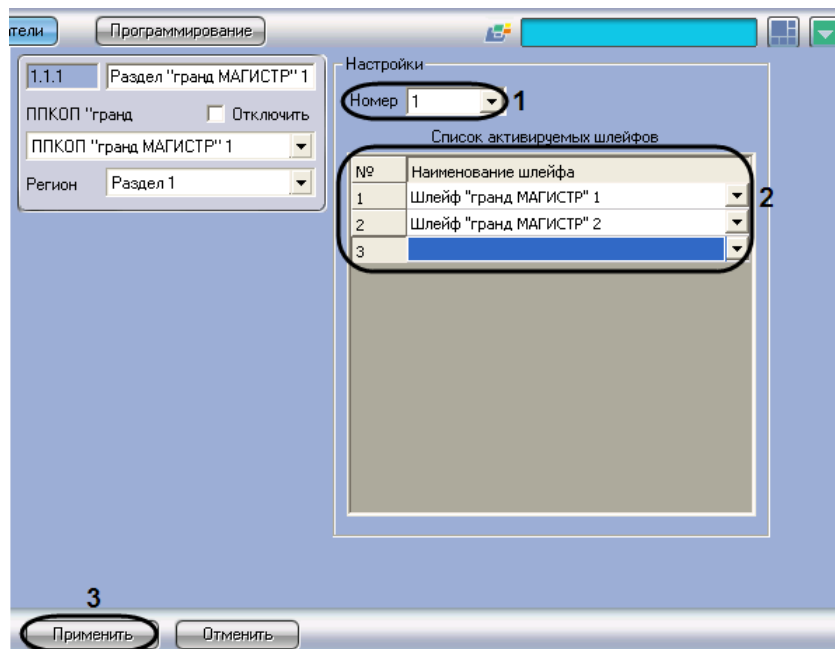

Рис. 3.6-2 Настройка объединения шлейфов сигнализации в разделы
1. Перейти на панель настройки объекта **Раздел “Гранд МАГИСТР”** (см. Рис. 3.6-2).
2. Из раскрывающегося списка **Номер** выбрать номер раздела (см. Рис. 3.6-2, 1).
3. Из раскрывающегося списка в столбце **Наименование шлейфа** выбрать название объекта **Шлейф “Гранд МАГИСТР”**, соответствующего шлейфу сигнализации, который требуется включить в раздел (см. Рис. 3.6-2, 2).
5. Для сохранения внесенных изменений в базе данных ПК *Интеллект* нажать кнопку **Применить** (см. Рис. 3.6-2, 3).